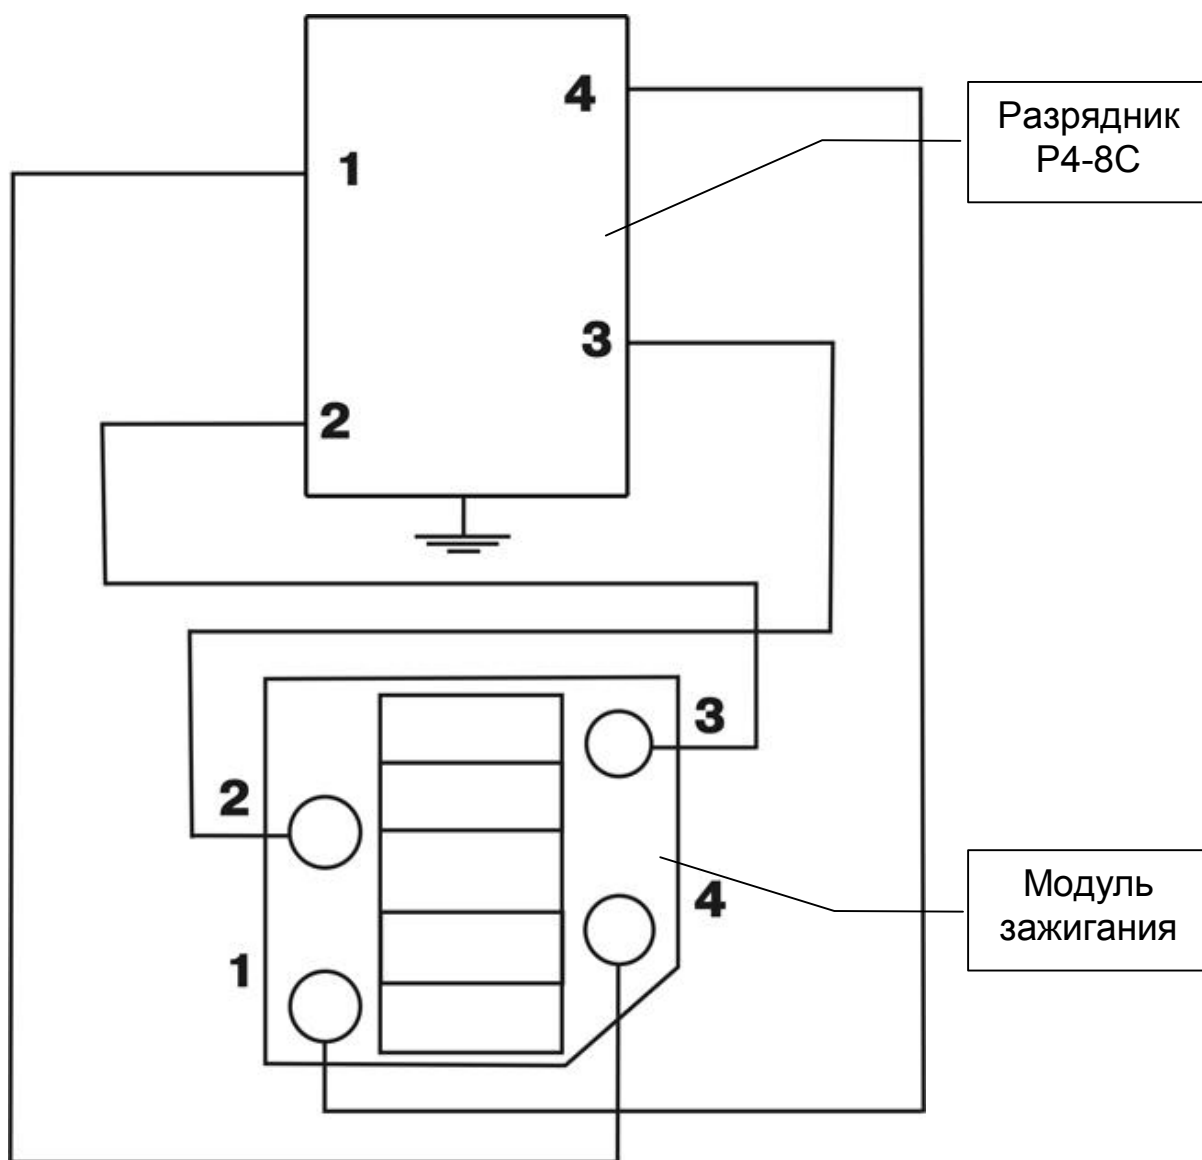

Рис.1
1. Подключить высоковольтные провода согласно схеме рис.1: